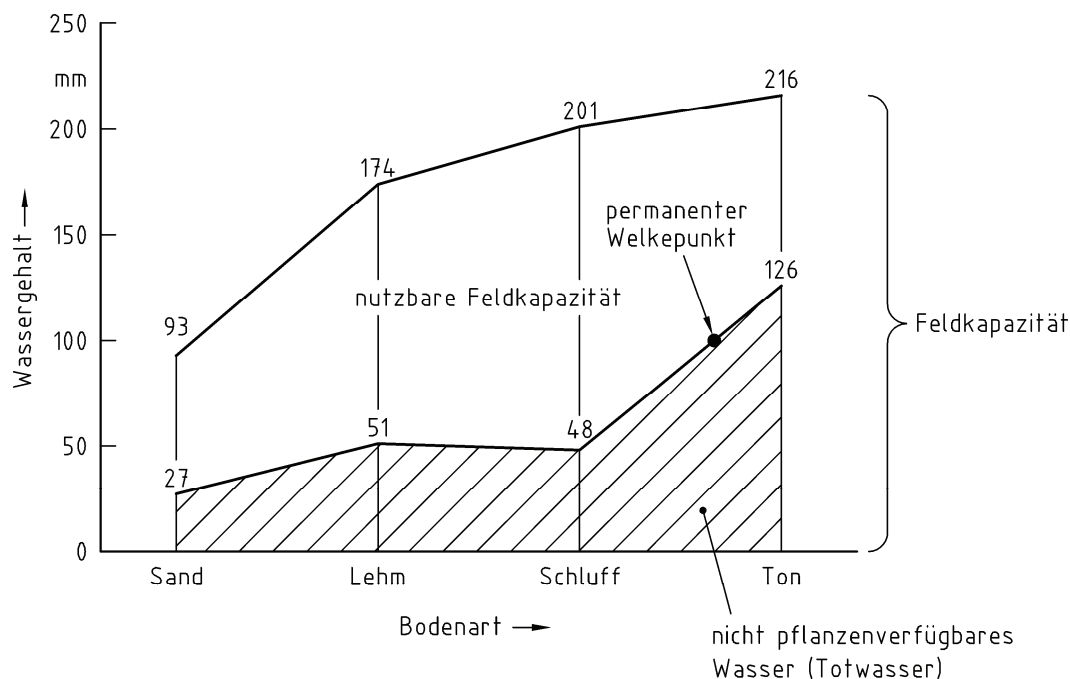

**Bild 1 — Feldkapazität, permanenter Welkepunkt und nutzbare Feldkapazität in mm im Hauptwurzelsbereich bis 60 cm**
| Bild 1 — Feldkapazität, permanenter Welkepunkt und nutzbare Feldkapazität in mm im Hauptwurzelbereich bis 60 cm ..... | 6  |
Der vom Wasserspeicher Boden nach Ablauf des Sickerwassers entgegen der Schwerkraft festgehaltene Wassergehalt wird Feldkapazität (FK) genannt (siehe Bild 1).